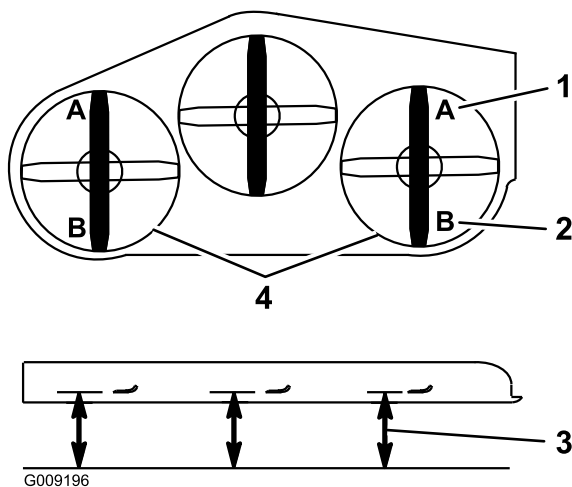

Figure 85
9. De chaque côté du tablier de coupe, mesurez la distance entre la surface plane et la pointe avant de la lame (position A), comme montré à la Figure 85.
16. De chaque côté du tablier de coupe, mesurez la distance entre la surface plane et la pointe arrière de la lame (position B), comme montré à la Figure 85.